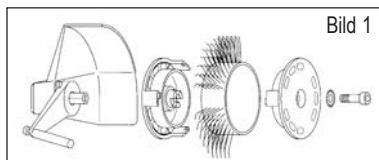
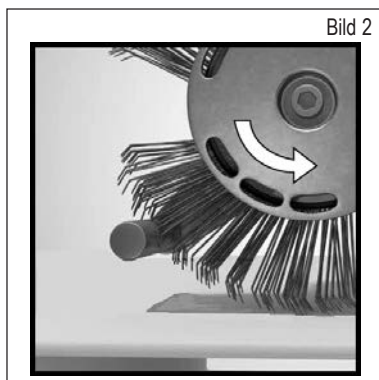

Bild 1
Bild 2
3. Avbryt tryckluftsförsörjningen och fäst sedan Bristle Blaster® blästerverktyget 23 mm resp. 11 mm på föreskrivet sätt i verktygsfästet (beakta avsedd löpriktning) med den härför avsedda solfjäderbrickan och skruven på elverket. Se bild 1 och bild 2.
- Roterar Bristle Blaster® blästerverktyget åt fel håll? – Vänd på blästerverktyget så att det roterar åt föreskrivet håll (se kapitel 7, Ta verktyget i drift, bild 2).